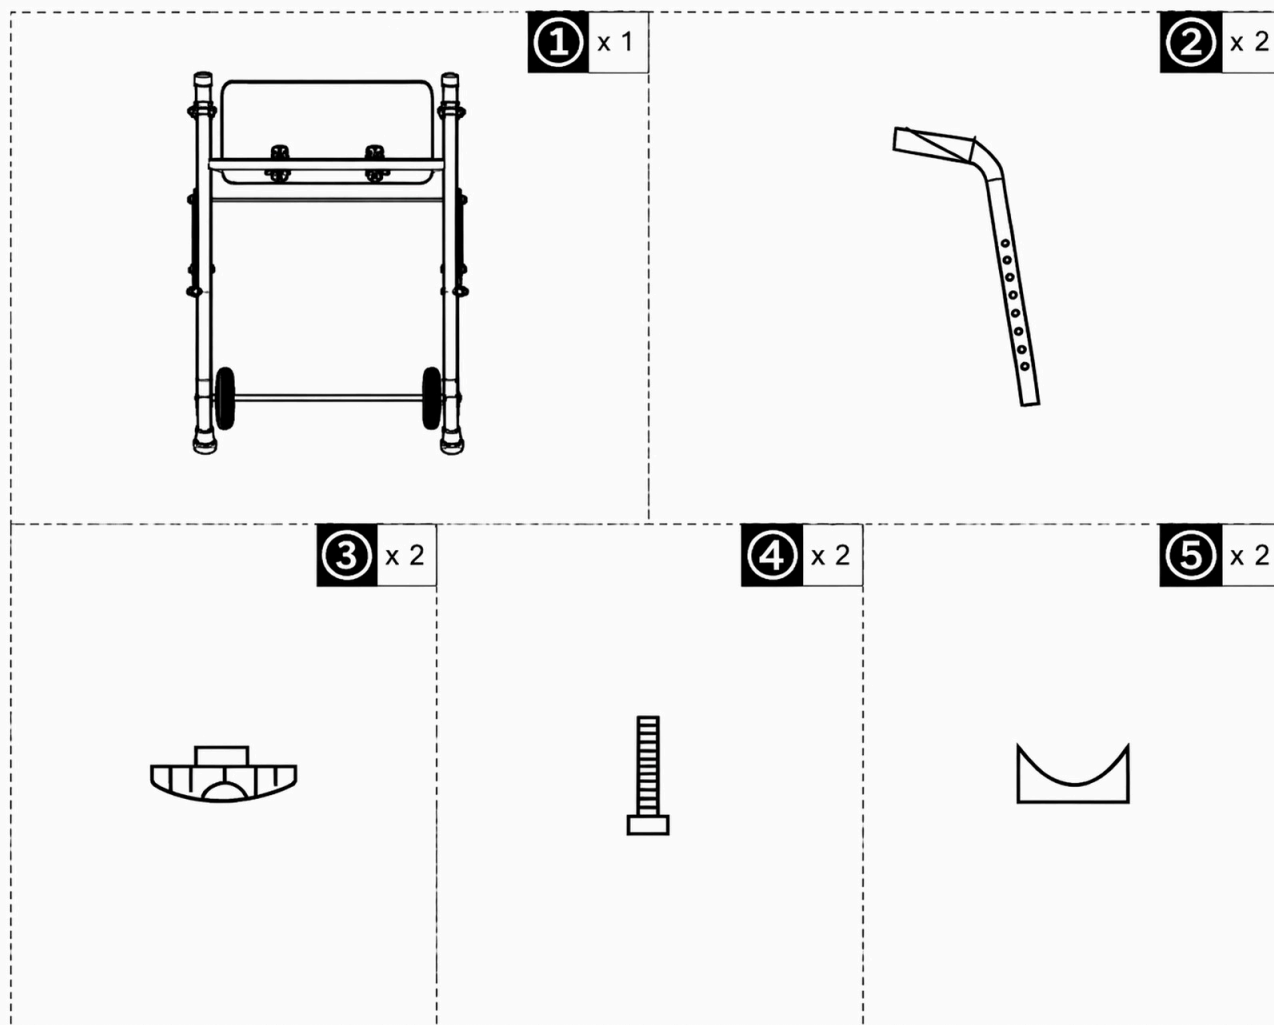

Figura 1
I.Preparación antes del ensamblaje: Después de abrir la caja de embalaje, use tijeras para cortar las bridas de plástico y el plástico de burbujas. Tenga cuidado de proteger todas las piezas dentro de la caja. Si ensambla en el suelo, coloque cartón o una alfombra en el suelo para evitar rayones. Distinga y organice adecuadamente todas las piezas y componentes. Retire el cartón interior y saque las piezas, disponiéndolas de manera ordenada. Las piezas sueltas en la caja de embalaje se muestran en la Figura 1:
II. Instrucciones de ensamblaje (Consulte los nombres y números de las piezas en la Figura 1):